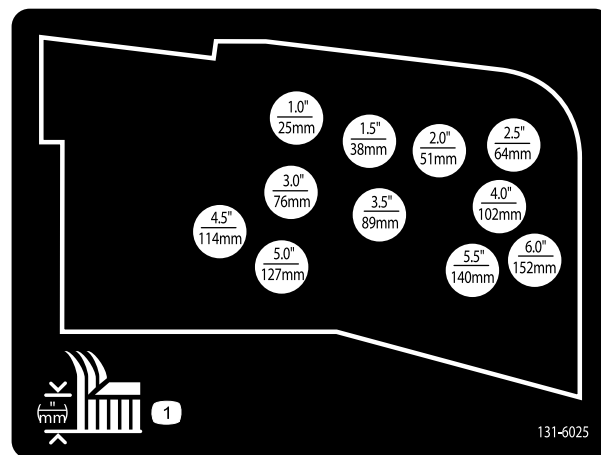

Figura 36
10. Monte as correntes da altura de corte no orifício da altura de corte desejada com o passador de forquilha e perno de gancho (Figura 36).